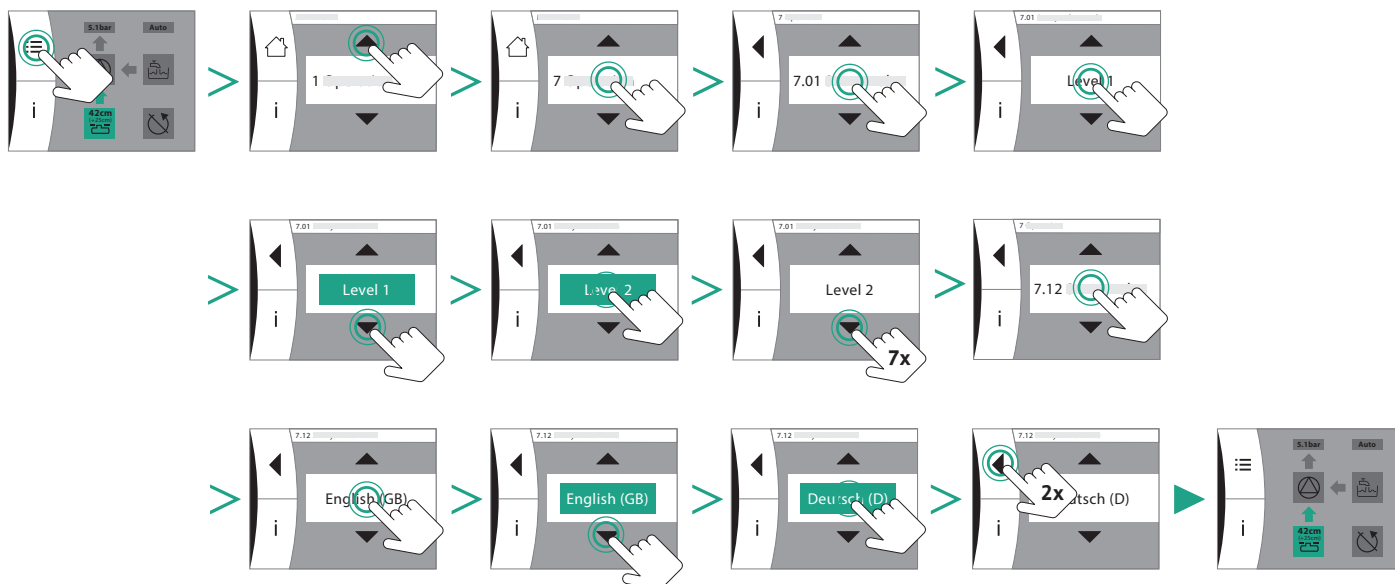

Fig. 23: Paramétrer la langue
7. Sélectionner la langue des menus favorite (Fig. 23).